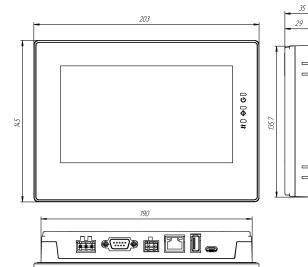

Рисунок 5.1 – Габаритные размеры СПОТ-07.К
- Вставить крепежные зажимы в вырезы на боковых сторонах корпуса (см. рисунок 5.1 и 5.2).